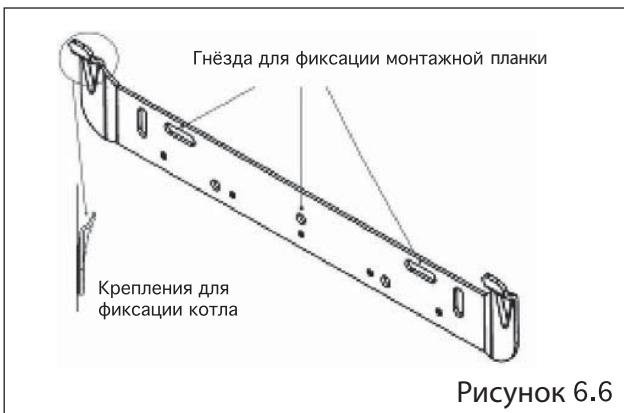

Рисунок 6.6
**6.7.4** Сверяясь с монтажным шаблоном просверлите отверстия для фиксирующего держателя (имеется в качестве монтажной принадлежности) и монтажной планки, используя 8.5 мм сверло. Разместите и закрепите на месте входящую в комплект поставки монтажную планку и фиксирующий держатель (если поставлен). (Рисунок 6.6)